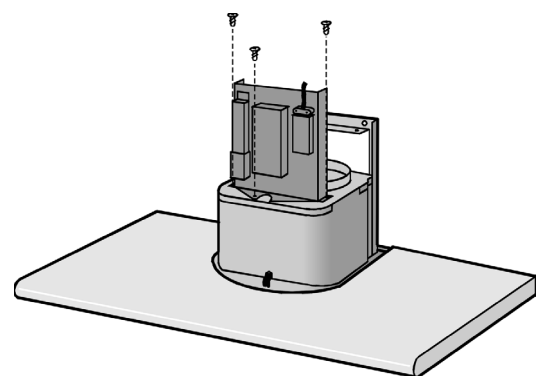

fig.11
5. Monter la plaque de l'installation électrique en la fixant avec 3 vis (fig. 11).